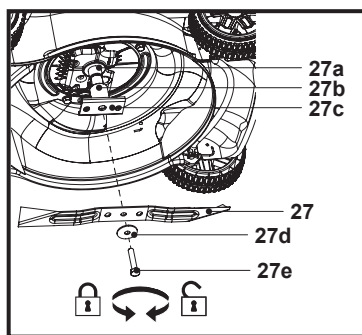

Fig. 18
1. Maintenir le dessous du produit et la lame de coupe (27) propres et exempts de débris. Retirer l'herbe coupée de la goulotte d'éjection arrière (26).
2. Vérifier régulièrement que toutes les fixations, par exemple les écrous et boulons, sont bien serrées avant d'utiliser le produit. Une utilisation prolongée, particulièrement sur des sols sablonneux, entraîne l'usure et une légère déformation de la lame de coupe (27). La coupe est moins efficace et la lame de coupe (27) doit être remplacée.
3. Garder la lame de coupe (27) aiguisée pour conserver de bonnes performances de coupe. Si la lame de coupe (27) est usée ou endommagée, la remplacer par une lame neuve de même type ou demander à un spécialiste qualifié de l'affûter.
4. Si la machine ne peut pas être mise sur cric, l'incliner vers la droite de sorte que le bouchon du réservoir de carburant (7a) soit orienté vers le haut. Cela permet d'éviter les fuites de carburant et les démarrages difficiles pouvant survenir quand le carburateur se noie (10).
5. Desserrer le boulon tête hexagonale (27e) dans le sens antihoraire à l'aide d'une clé adaptée (taille 17 mm) et le retirer de la broche (27a) avec la rondelle (27d), la lame de coupe (27), le support de lame (19b) et la bague intérieure (27b).
6. Remplacer la lame de coupe (27) par une lame neuve de même type. Replacer le support de lame (27c) avec la bague intérieure (27b) sur la broche (27a) et s'assurer que la fente du support de lame (27c) s'enclenche jusqu'au bout dans la goupille de la broche (27a). Vérifier l'état de la bride sur le support de lame (27c), puis installer correctement la lame de coupe (27) et fixer l'ensemble à l'aide de la rondelle (27d) et du boulon tête hexagonale (27e). Serrer le boulon tête hexagonale (27e) dans le sens horaire à 45 Nm min. / 60 Nm max. pour assurer le bon fonctionnement de la machine (Fig. 18).